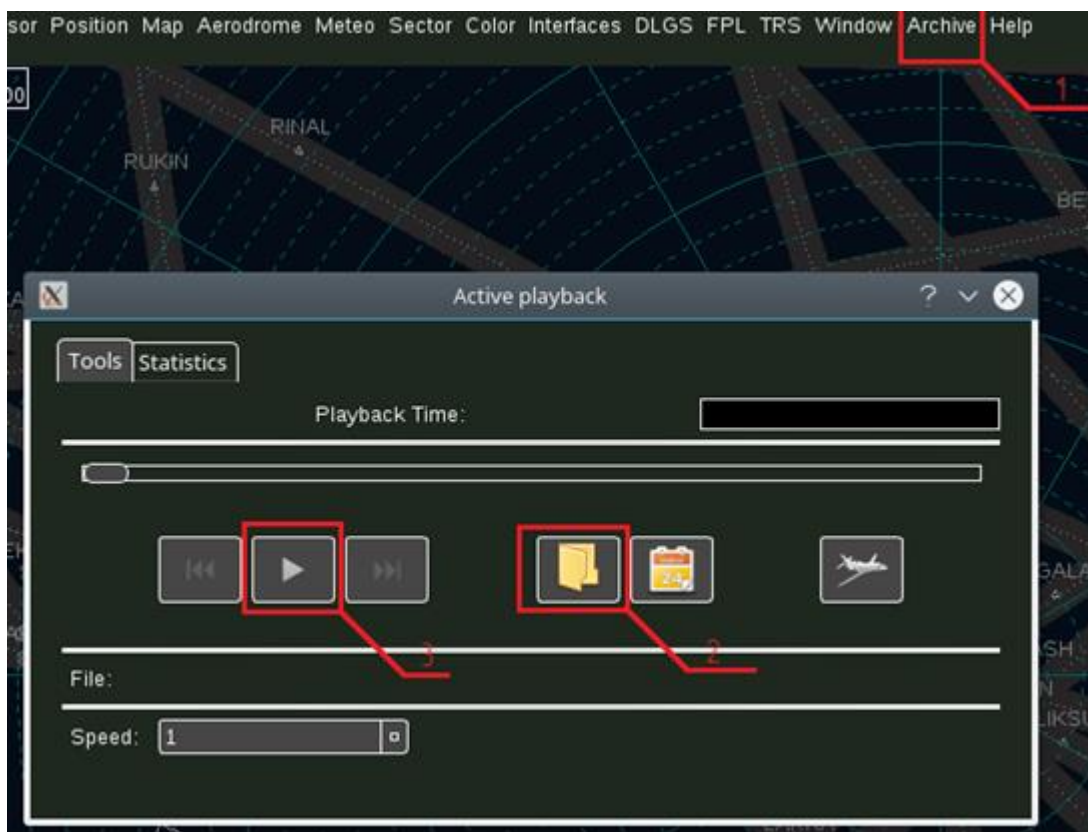

Рисунок 20. Вид окна «Active playback» программы «MRD»
3.6 Просмотр архива радиолокационной информации производится с помощью программы MRD (рисунок 20). При этом воспроизведение архива замещает текущую воздушную обстановку. В окне используются виртуальные кнопки: